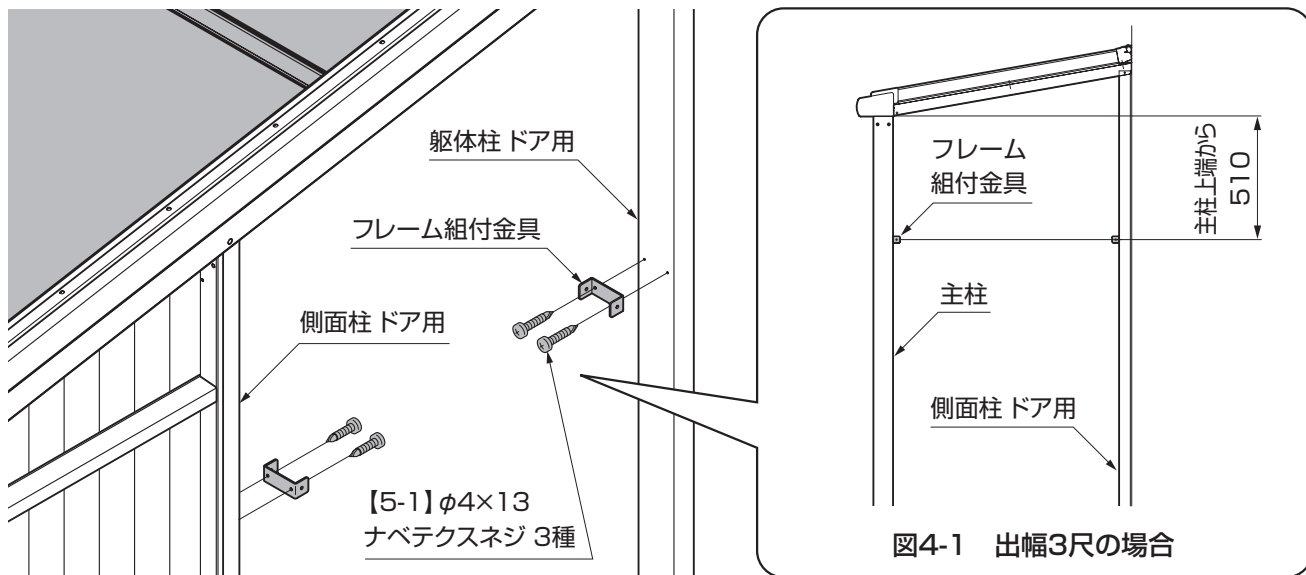

図4-1 出幅3尺の場合
①出幅3尺の場合、主柱の上端部から510mm下がった位置にフレーム組付金具を柱中心に取付けるための印をつけてください。(図4-1参照)